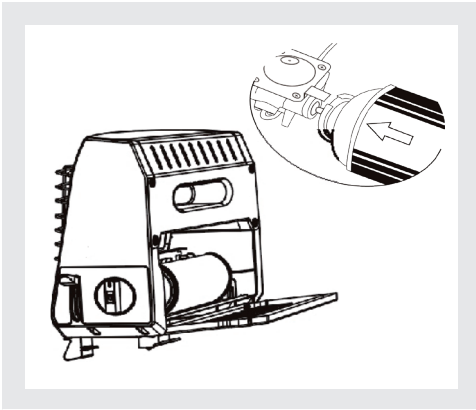

Abb.2b: Einsetzen der Gas-Kartusche
2. Setzen Sie die, für dieses Gerät zugelassene Gas-Kartusche, wie in der Abbildung 2b dargestellt in die dafür vorgesehene Öffnung an der Geräte-rückseite ein.